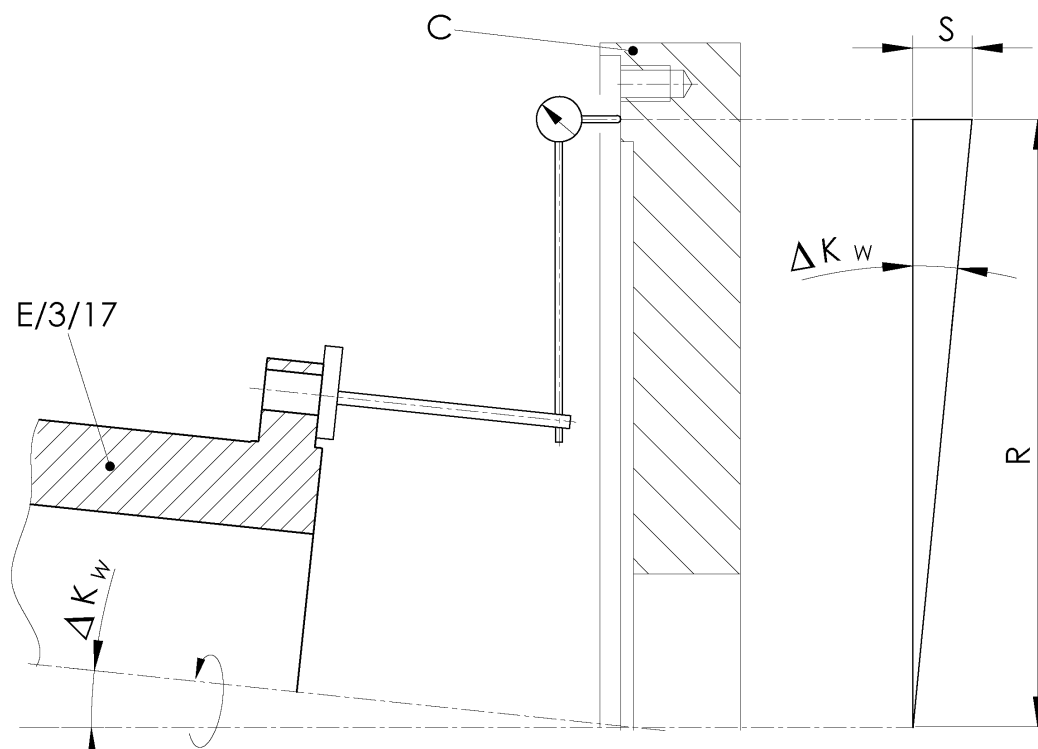

Abbildung 5-3 Winkelliger Ausrichtversatz
- Winkeligen Ausrichtversatz ermitteln (siehe Abbildung 5-3).
- Flansch/Nabe/Adapter (E/3/17) mit Messuhr und Schwungrad (C) langsam um 360° drehen.